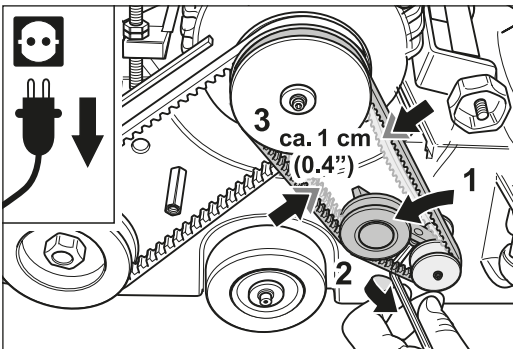

Fig. 54 Tension de la courroie trapézoïdale de l'aspiration avec le collier de serrage.
- 6 Tendez la plus petite courroie d'aspiration en tournant le collier de serrage et serrez soigneusement la vis de serrage (fig. 54).